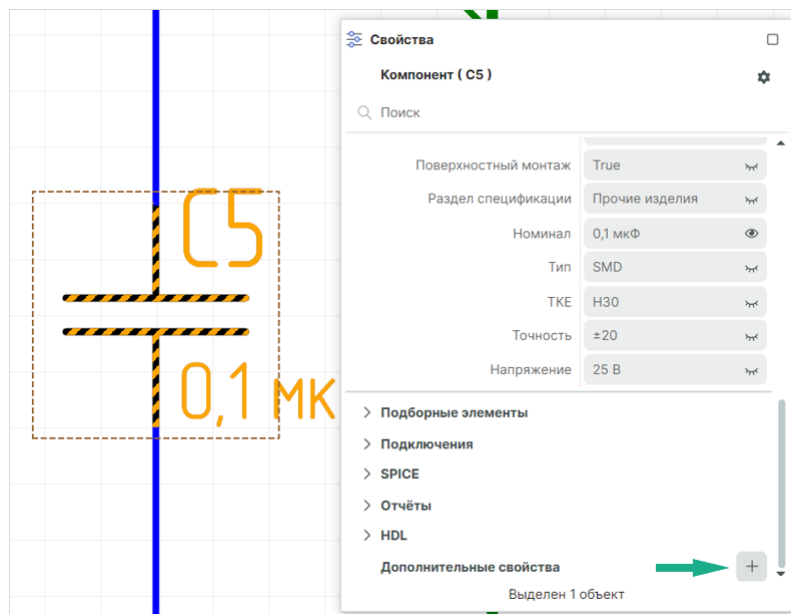

Рис. 96 Добавление дополнительного свойства
1. В панели «Свойства» → «Дополнительные свойства» нажмите кнопку , см. Рис. 96.